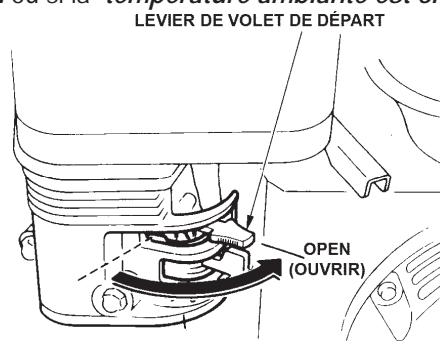

Figure 11. Levier du volet de départ du moteur (Ouvert)
4. Placez le *levier de volet de départ* (Figure 11) sur la position « OPEN » (OUVERT) si vous démarrez un *moteur chaud* ou si la *température ambiante est chaude*.
- Si le moteur a bien démarré, remettre lentement le levier du volet de départ (Figure 11) sur la position « *OPEN* » (OUVERT). Si le moteur n'a pas démarré, répétez les étapes 1 à 6.